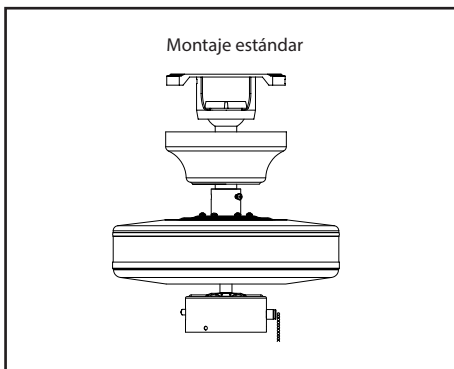

Figura 8
4. Con cuidado alza el conjunto del ventilador hasta el soporte de montaje en el techo. Asegúrate de que la pestaña en el soporte de montaje esté bien asentada dentro de la ranura de la bola de soporte. (Figura 8)